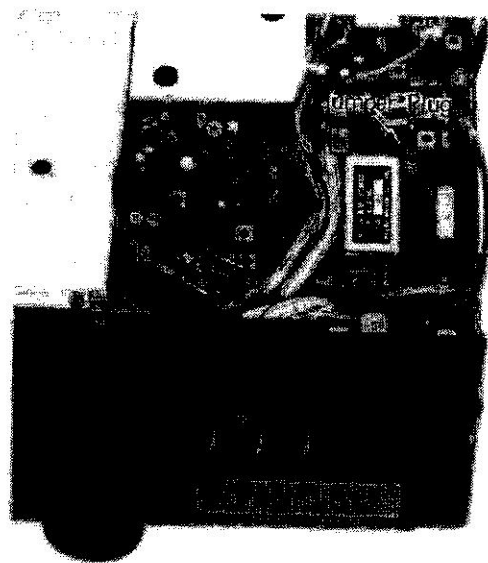

Рис. 10
- ☐ На рис. 10, указано местоположение фильтров для установки (XF-110C и XF-110CN не могут одновременно быть установлены, так как они используют одно и то же место посадки). При установке любого фильтра для узкой CW, удалите перемычку в джампере.